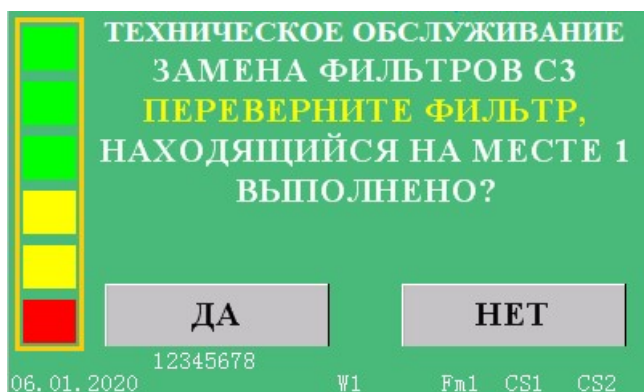
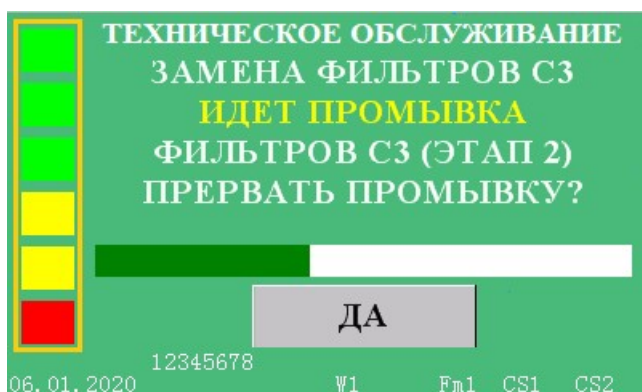

Рис. 10
Рис.11
2.7. После выполнения операции, предложенной на рис. 10, и нажатии на кнопку «ДА» процесс промывки фильтров будет продолжен, включится насос Р2 и на мониторе отобразится ход промывки (рис. 11).